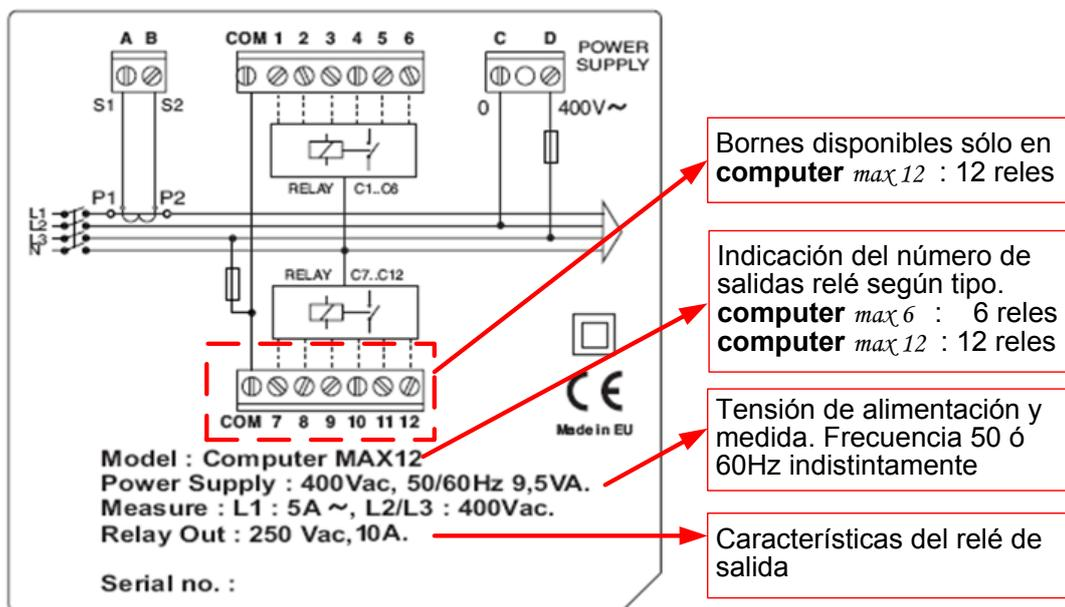

Figura 1: Etiqueta posterior.
a) El equipo se corresponde con las especificaciones de su pedido (ver etiqueta posterior, **Figura 1**)